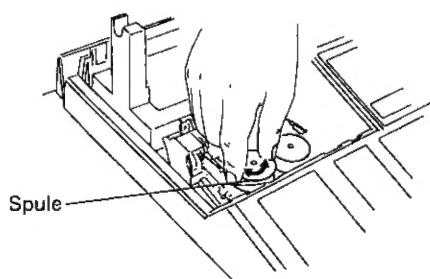

Abb. 4
- Setzen Sie eine der Spulen mit den Mitnehmerbolzen nach unten auf die Farbbandantriebsachsen. Drehen Sie dann die Spule bis zum Einrasten entweder nach links oder rechts (siehe Abb. 4). (Vor dem Einsetzen der Spulen schieben Sie den Spulenumschalthebel auf die andere Seite.)